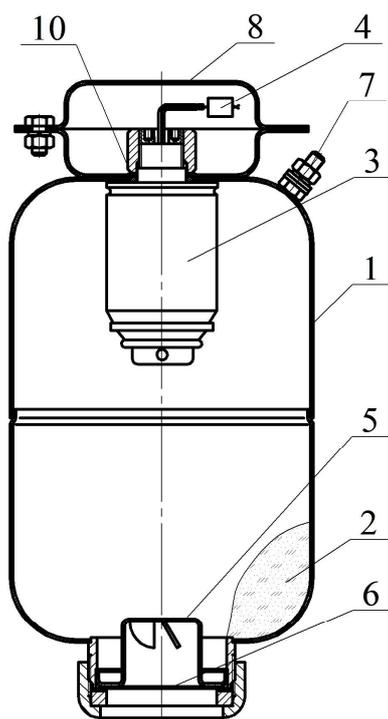
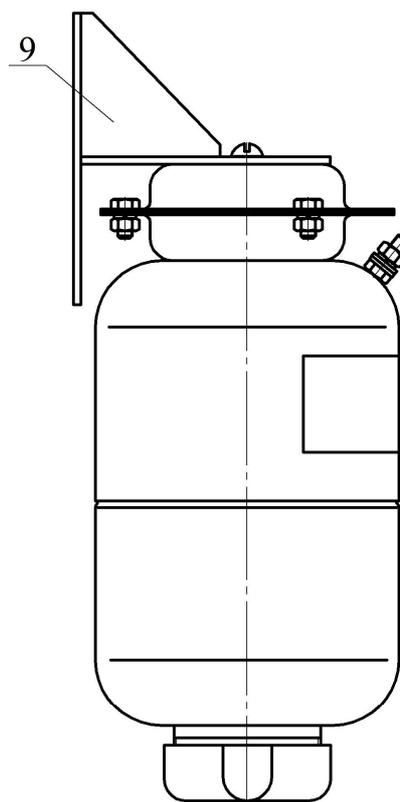

Рисунок 1
Рисунок 2
4.1.1 МПП (см. рисунки 1 и 2) состоит из корпуса **1**, в котором размещаются огнетушащий порошок (ОП) **2** и источник холодного газа (ИХГ) **3** с элементом электропусковым **4**. В нижней части корпуса находится насадок-распылитель **5**, выходное отверстие которого перекрыто мембраной **6**. Модуль имеет заземляющий зажим **7**. В верхней части МПП снабжен кронштейном **8** для крепления к потолочному перекрытию (рисунок 1) или кронштейном **9** для крепления на стене (рисунок 2).
6.2 Закрепить кронштейн 8 (см. рисунок 1) на потолке или кронштейн 9 (см. рисунок 2) на стене. Для крепления кронштейна потолочного крепления в центральной его части выполнено отверстие  $\varnothing 10$  мм. Координаты отверстий в кронштейне, предназначенном для крепления МПП на стене приведены на рисунке 3.
7.3 Комплект поставки для перезарядки МПП (см. рисунок 1):